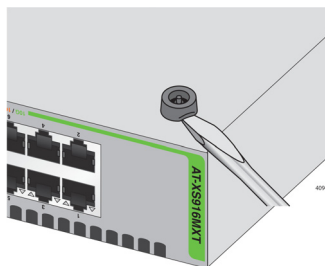

Рисунок 18. Удаление резиновых ножек
3. С помощью плоской отвертки отсоедините резиновые ножки от дна коммутатора. См. рис. 18.